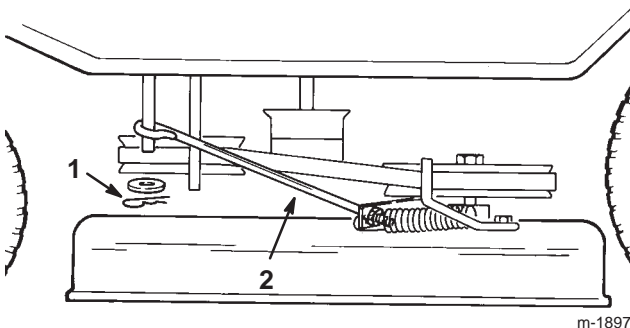

Bild 39
17. Stecken Sie die Mähwerkstange in den Messerregelarm und befestigen Sie ihn mit einer Scheibe und einem Splint (Bild 39).